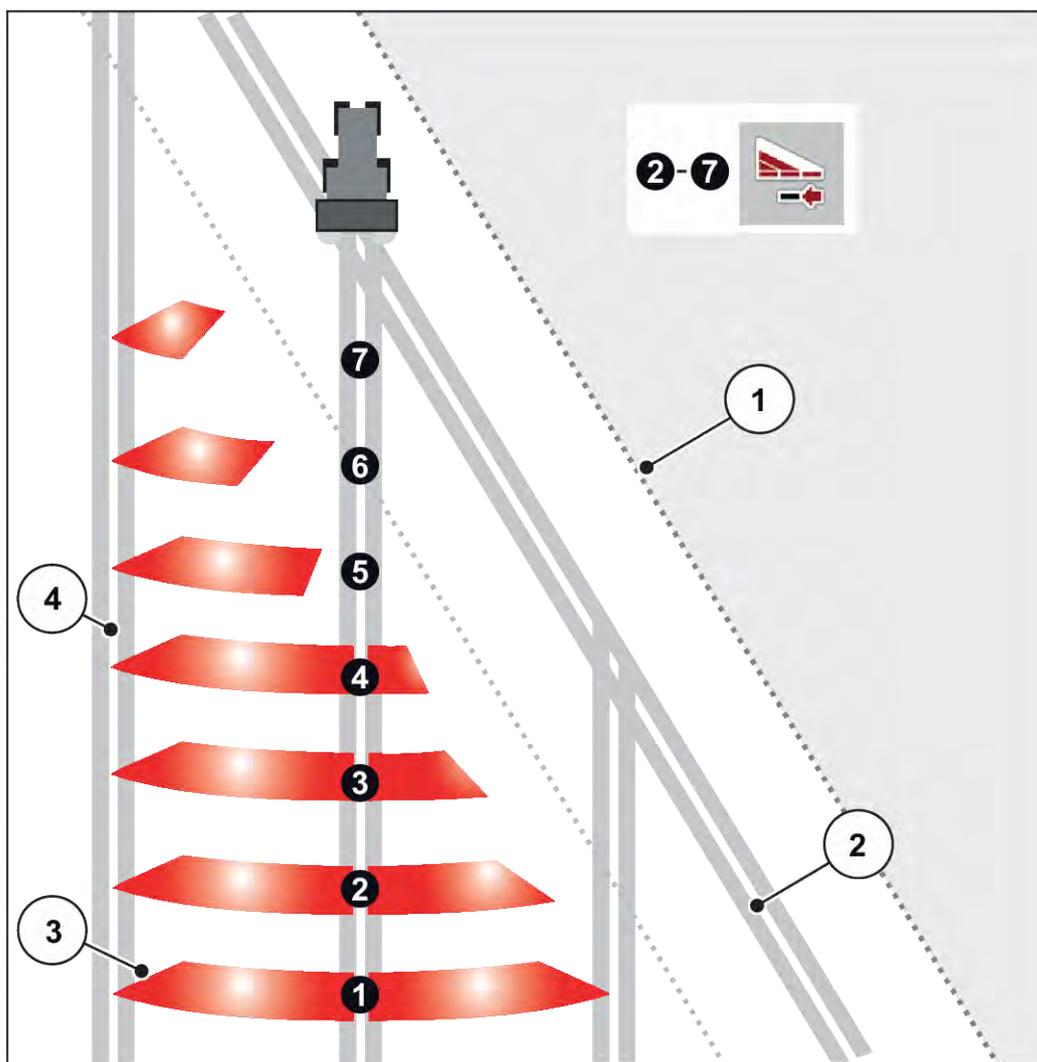

图 41: 自动工作行宽换挡装置
- 可从外侧到内侧或从内侧到外侧切换工作行宽。参见 图 41 自动工作行宽换挡装置